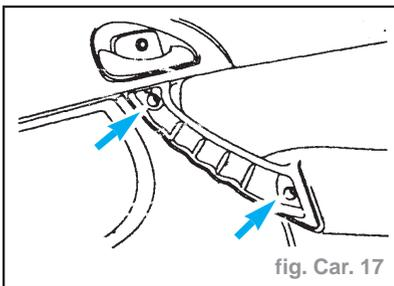

fig. Car. 17
- Déposer les vis. (fig. Car. 17)